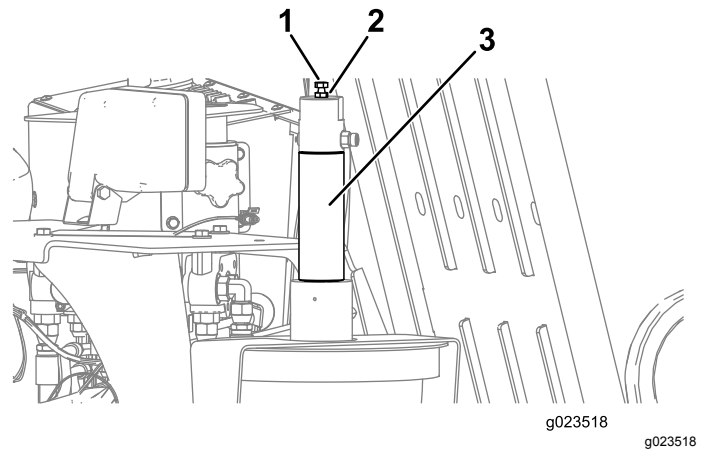

**Bild 64**
1. Lösen Sie die Klemmmutter an der Einstellschraube auf dem Kolben des TJC-Applikators (Bild 64).